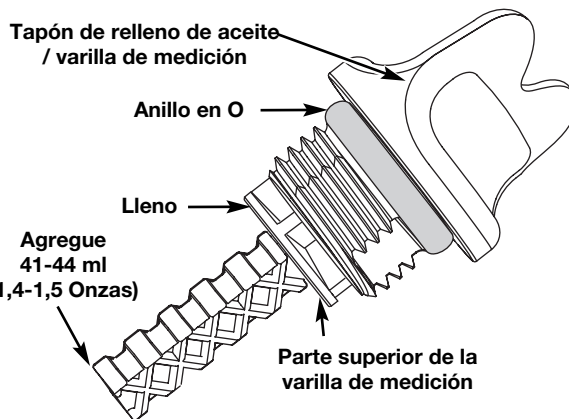

Fig. 19
- Retire el tapón de relleno de aceite / varilla de medición e inspeccione el nivel del aceite. El aceite debe llegar hasta la parte superior de la varilla de medición (Fig. 19).